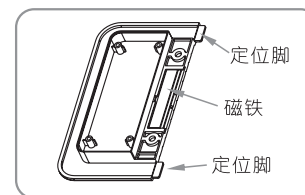
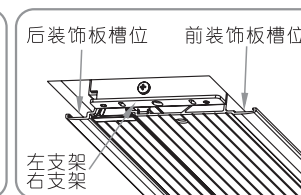
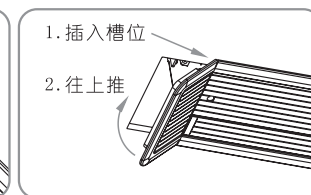

图19
图20
图21
10. 安装左右装饰盖，把装饰盖的定位脚(图19)斜向插入银幕左右侧前装饰板和后装饰板的槽内(图20)，轻轻用力向上推(图21)，让装饰盖上面的磁铁吸住左支架/右支架，见图19-21。